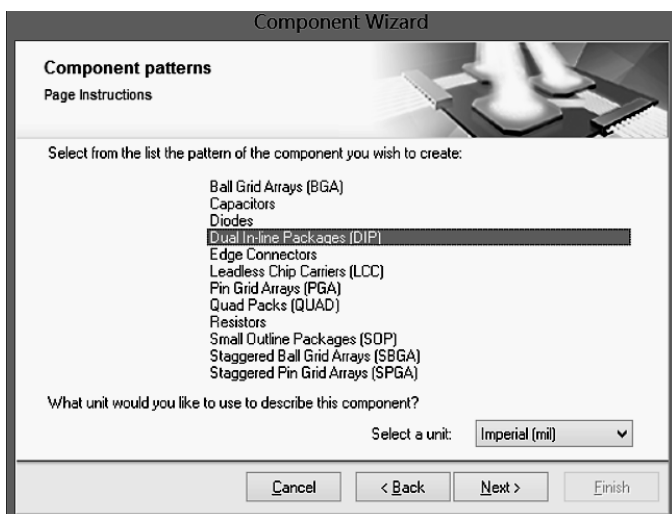

图 9-2-3 元器件封装模式选择界面
(2) 单击【Next】按钮，进入 Component patterns 元器件封装模式选择界面。在模式列表框中列出了各种封装模式，如图 9-2-3 所示。这里选择 Dual In-line Packages (DIP) 双列直插式封装模式，在 Select a unit (选择单位) 下拉菜单中选择英制单位 Imperial (mil)。